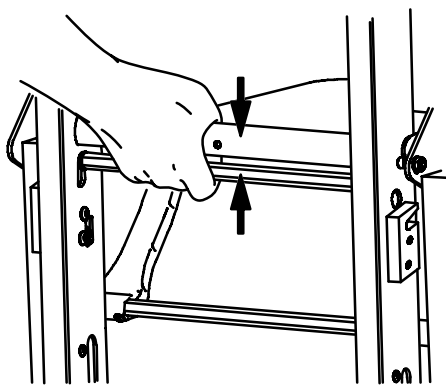

Figura 8 – Barra di rilascio del cingolo rossa
4. Operatore lato testa: premere la barra rossa di rilascio del cingolo contro il tubo trasversale nero (Figura 8). Allentare la presa sulla barra di rilascio e tirare con forza il sistema **Stair-TREAD** nella posizione di massima estensione fino a quando entrambi i lati si bloccano saldamente. Accertarsi sempre che entrambi i lati del sistema **Stair-TREAD** siano bloccati cercando di ripiegarlo.